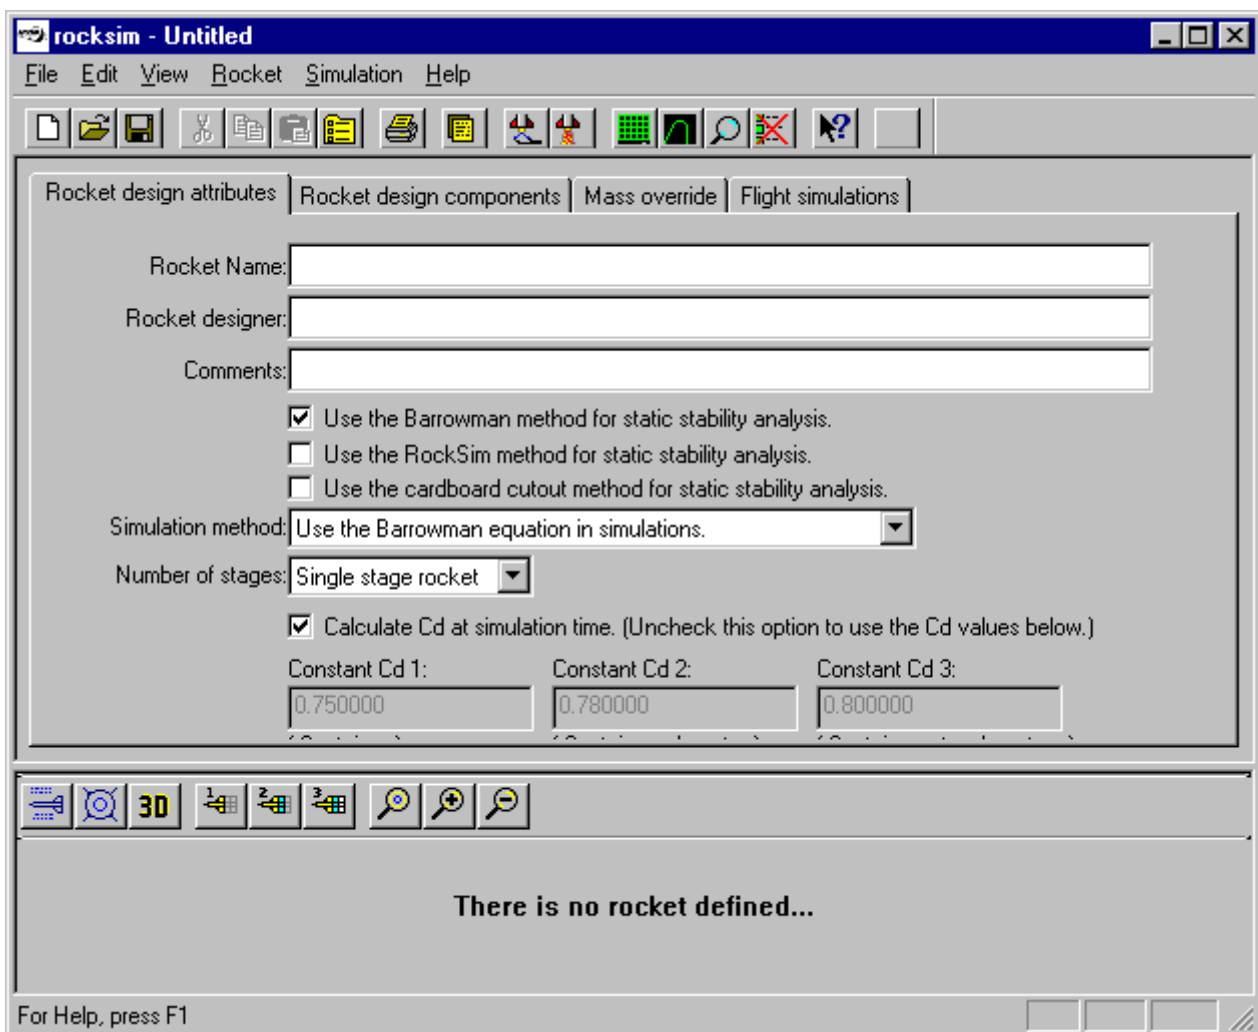

Figura 1. Janela inicial do aplicativo RockSim 7.0.
1) Inicializar o aplicativo RockSim 7.0; o resultado deve ser o mostrado na Figura 1.